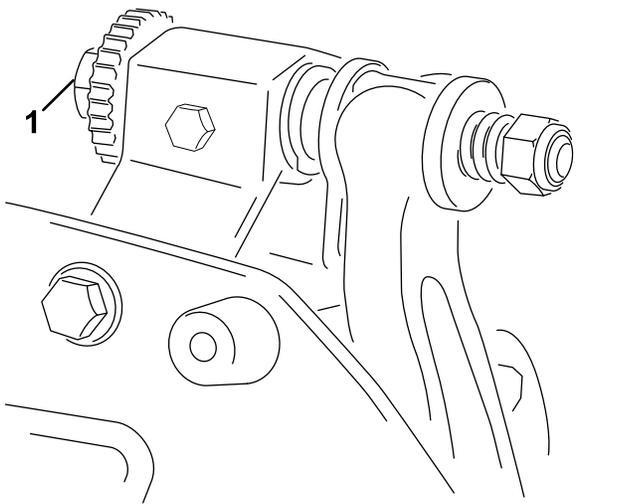

Bild 6
- A. Drehen Sie die Einstellschrauben des Untermesserträgers um jeweils eine Kerbe nach rechts, bis Sie leichten Kontakt spüren und hören (Bild 6).
6. Drehen Sie die Einstellschraube des rechten Untermesserträgers (Bild 6), bis Sie einen leichten Druck (d. h. Widerstand) an der